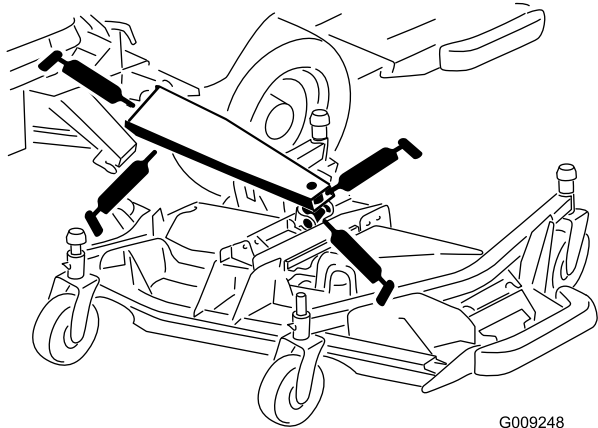

Figura 55
- 3 boccole del braccio di sollevamento principale (Figura 55)
- 1 boccola del cilindro di sollevamento (Figura 55)